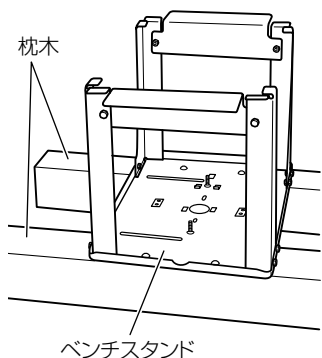
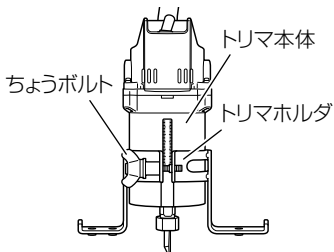

図 6
図 19
枕木に図 6 のようにベンチスタンドを逆さにしてのせます。この場合、枕木は安定した状態に設置してください。
- (1) 図 6 のようにベンチスタンドを逆さにして、枕木の上ののせます。
- (1) 6 ページの図 6 のようにベンチスタンドを逆さにして、枕木の上ののせます。
- (1) 6 ページの図 6 のようにベンチスタンドを逆さにして、枕木の上にのせます。
- (1) 6 ページの図 6 のようにベンチスタンドを逆さにして、枕木の上のにせませず。
- (2) トリマ本体に付いているベースをはずしてください。
- (3) トリマホルダにトリマ本体をさし込み、ちょうボルトを締めます。(図 19)